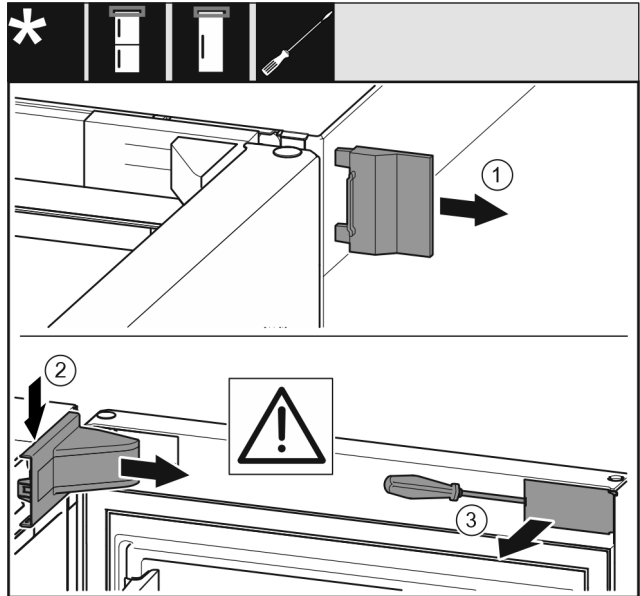

Fig. 9
- ▶ Skinite vanjski pokrov. Fig. 9 (1)
- ▶ Otkopčajte i otpustite pokrov podloška ležaja. Skinite pokrov podloška ležaja. Fig. 9 (2)
- ▶ Ravnim odvijačem otkopčajte masku i zakrenite je u stranu. Fig. 9 (3)